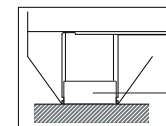

Fig.2
(2) Metodo di calibrazione della posizione '0' del calibro per l'altezza dei denti: prendere un blocchetto calibrato di grado 3 di dimensioni pari al limite inferiore del modulo misurato. Quindi pulire la superficie della piastra di granito (grado 1), posizionare il blocchetto calibrato sulla piastra, premere il calibro per lo spessore dei denti con la mano sinistra, in modo che le due ganasce di misurazione del calibro per lo spessore dei denti siano a contatto con la piastra, come mostrato nella Fig. 2. Spostare lentamente il nonio del calibro per l'altezza dei denti con la mano destra, la superficie di misura del calibro per l'altezza dei denti e il blocco di misura con la mano destra. Una volta stabilizzato il contatto, la linea '0' e la linea di coda sul nonio devono coincidere rispettivamente con la linea corrispondente sul corpo del calibro.